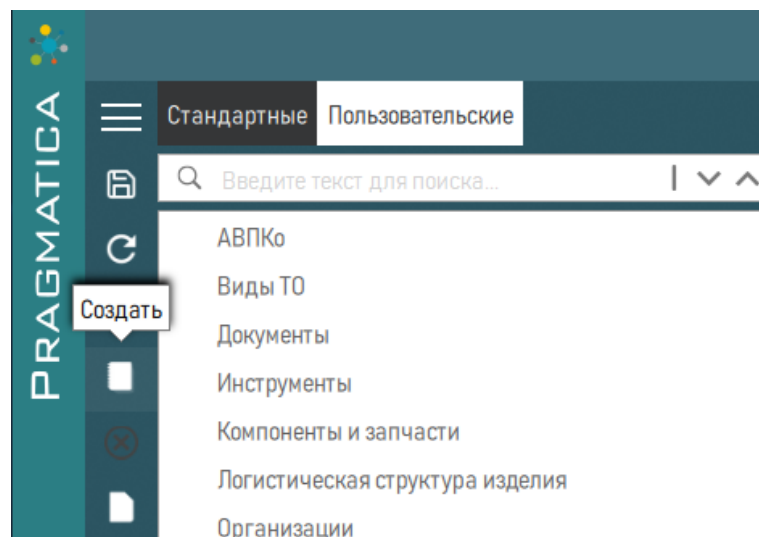

Рисунок 18 – Создание классификатора
1) При необходимости создать новый классификатор, для этого на вкладке «Пользовательские» поместить курсор в рабочее окно классификатора и нажать кнопку  «Создать» (рисунок 18).